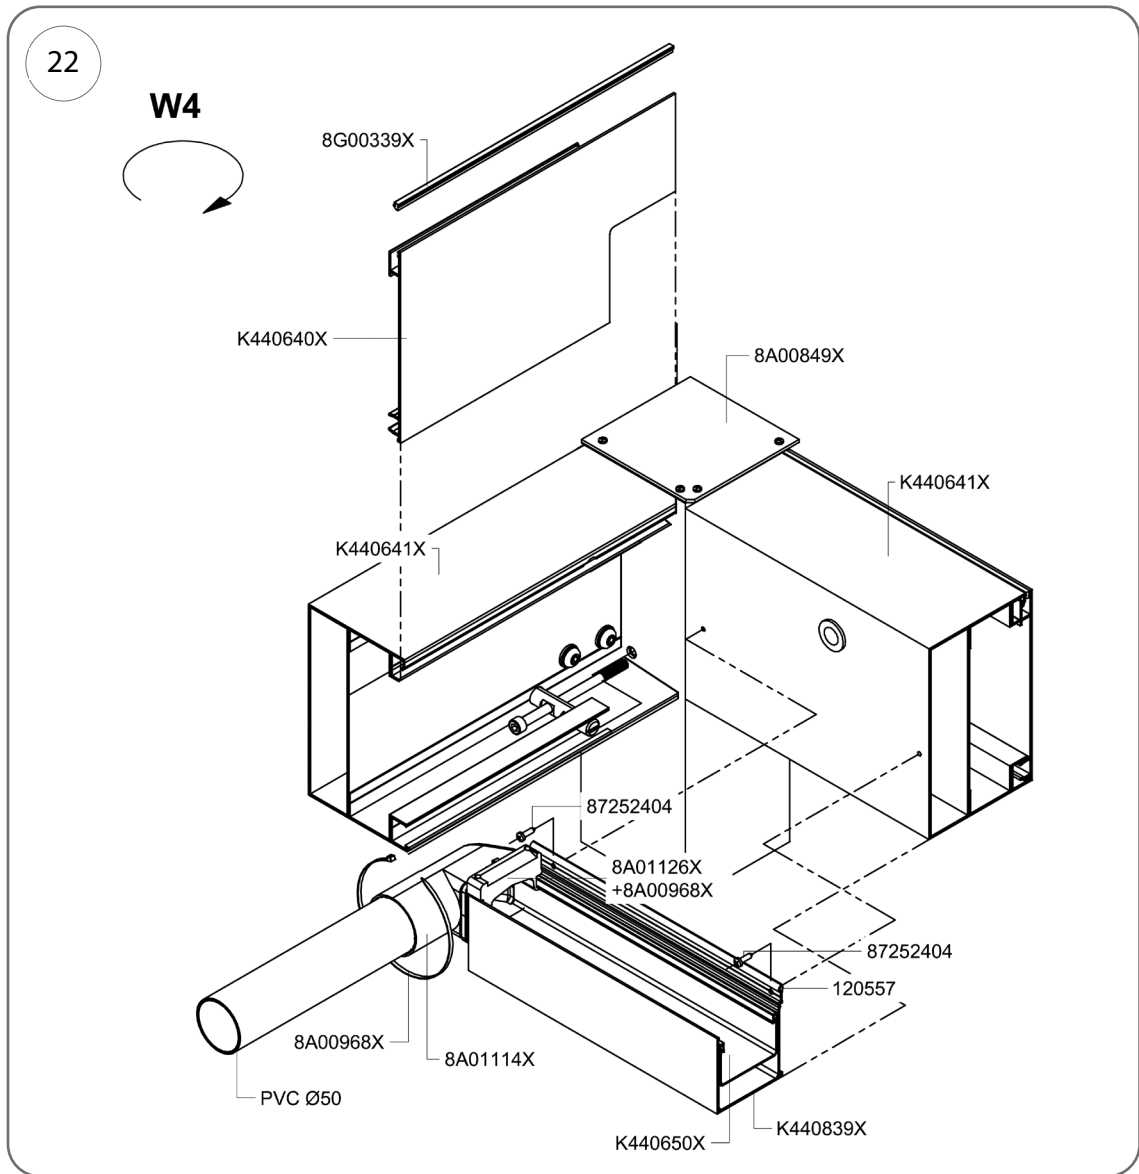

Fig. 22
- Un ensemble de gouttières se termine par des tés réf. 8A01115X (gauche) ou 8A01116X (droite), et l'autre ensemble de gouttières se termine par des coudes 8A01114X lorsque le drainage est assuré par 2 poteaux (Fig. 22).